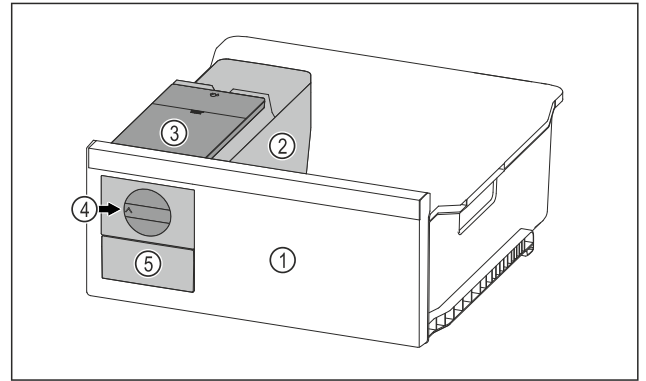

Fig. 81 Beispielhafte Darstellung
- ▶ Drehknopf Fig. 81 (4) im Uhrzeigersinn bis zum Anschlag drehen.
- ▷ Eiswürfel fallen aus der Eiswürfelschale in das Eiswürfelschubfach Fig. 81 (5).